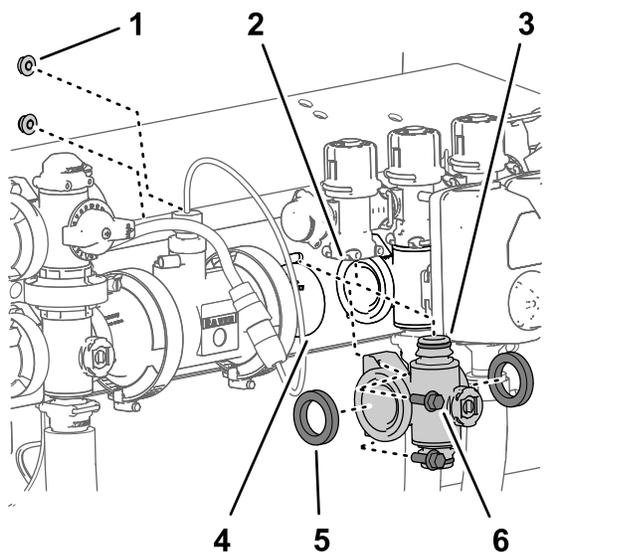

Рисунок 117
4. На коллекторах клапанов левой и правой секции выверните 2 болта с фланцем (1/4 x 3/4 дюйма) и 2 фланцевые контргайки (1/4 дюйма), которые крепят коллектор клапана секции к опоре клапана (Рисунок 117).
5. Чтобы освободить доступ к перепускному клапану секции, переместите коллектор клапана секции и прокладки вниз и в сторону от машины (Рисунок 117).